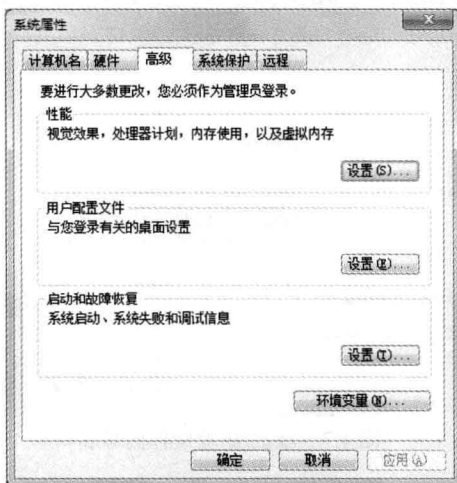

图 1.9 【系统属性】对话框
Step 2 单击【高级系统设置】选项页，弹出如图 1.9 所示对话框。在该对话框中可以进行性能选项、环境变量、故障恢复等操作。